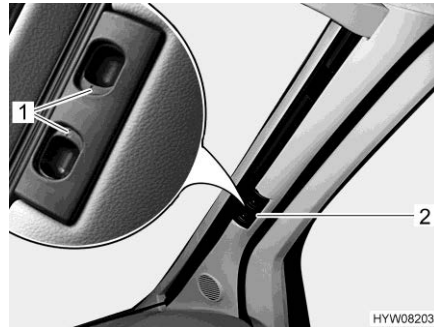

Fig. 105 Tendina oscurante pieghevole (parabrezza)
- Premere le maniglie di sbloccaggio (Fig. 105,1) e mantenerle premute.
- Tirare la tendina oscurante pieghevole del parabrezza per la maniglia (Fig. 105,2) verso il centro della finestra.
- Spingere verso l'esterno le due metà della tendina oscurante pieghevole del parabrezza per la maniglia (Fig. 105,2) fino all'arresto. Durante questa operazione sollevare la maniglia all'altezza della rientranza di bloccaggio.
- Rilasciare le maniglie di sbloccaggio (Fig. 105,1) e mantenerle innestate.